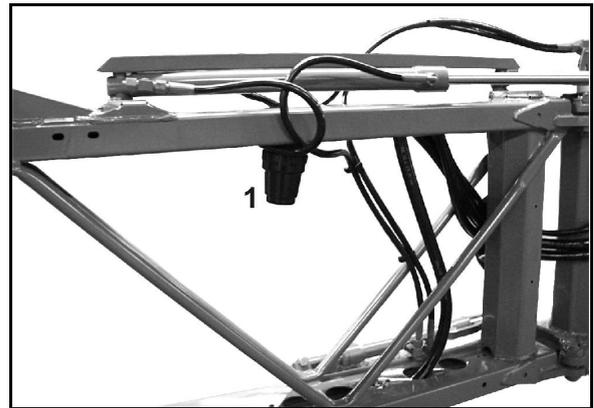

Fig. 161
- Limpiar el filtro de los conductos (Fig. 161/1).